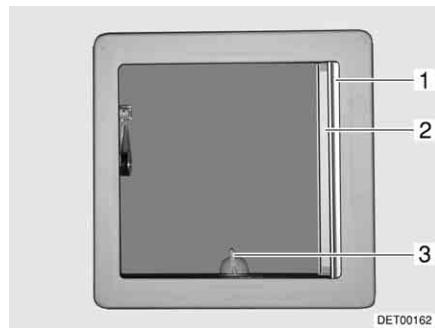
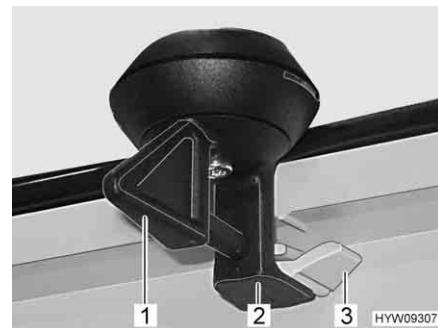

Fig. 64 Oblò inclinabile
Fig. 65 Bloccaggio (oblò inclinabile)
- Ruotare la leva (Fig. 65,1 o Fig. 64,3) di un quarto di giro.
- Girare la leva di un quarto di giro. Il bloccaggio (Fig. 65,2) deve entrare nell'aggancio inferiore (Fig. 65,3).
- Tirare la tendina oscurante pieghevole (Fig. 64,1) fino alla posizione desiderata e rilasciare. La tendina oscurante pieghevole rimane in questa posizione.
- Estrarre la zanzariera a rullo (Fig. 64,2) fino a quando non scatta il blocaggio dalla parte opposta.